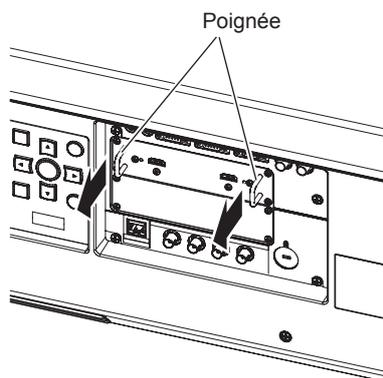

Fig. 1
**1) Retirez la carte d'interface. (Fig. 1)**